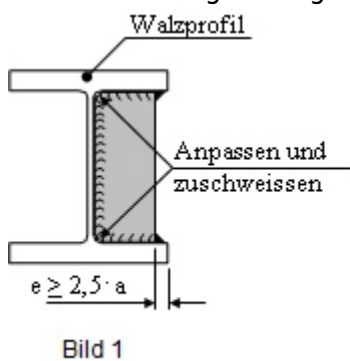
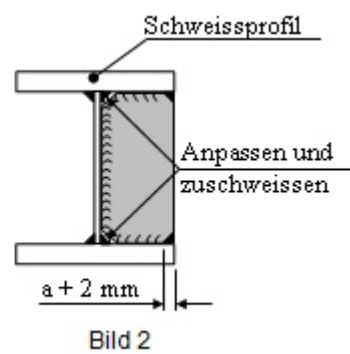

Bild 1
Bild 2
- Bei ruhender und vorwiegend ruhender Beanspruchung sind Ecken von Aussteifungen, Verstärkungsrippen und quer zu Längsblechen/ Längsträgern verlaufende Bleche in der Ecke anzupassen und rundherum zu verschweißen. Dies betrifft sowohl gewalzte als auch geschweisste Längs-Profile. Am Profilrand ist die Steife/ die Verstärkungsrippe/ das Querblech um das Maß $e \geq 2,5 \cdot a$ zurückstehen zu lassen oder muss mit einer Fase versehen werden, die $(a + 2)$ mm tief ist, damit eine ausreichende Umschweißung sichergestellt ist (Bild 1 und Bild 2).
- Bei dynamischer Belastung gilt für die Eckausführung das gleiche (Bild 1 und Bild 2), wenn die Dicken der beteiligten Bauteile $\leq 15 \text{ mm}$ sind (Gurtbleche, Stegbleche, Steifen u.a.), da dann die Kerbwirkung aus Spannungsanhäufung durch Nahtkreuzung der Längs-/ Quernähte bzw. Walzspannung im Radius/ Quernähte geringer einzustufen ist, als die Kerbwirkung, verursacht durch einer Ausnehmung.